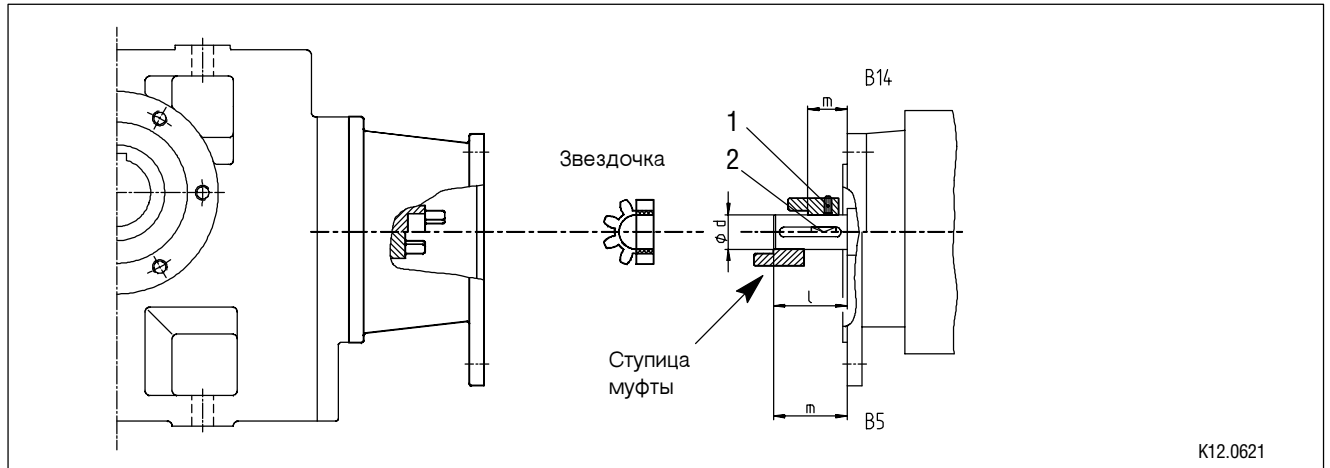

Рис. 2 Исполнение со стороны входного вала N
2. Надвинуть ступицу муфты на вал электродвигателя, выдержав монтажный размер "m" (см. Рис. 2 и Таб. 3).